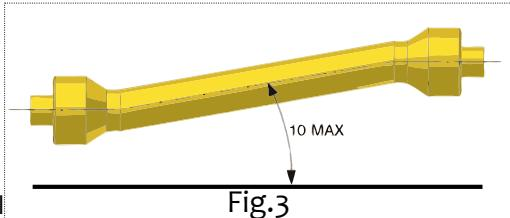

Fig.3
- Disinserire la presa di forza quando l'albero cardanico fa un angolo troppo aperto (mai oltre i 10 gradi, Fig. 3) e quando non viene usata.